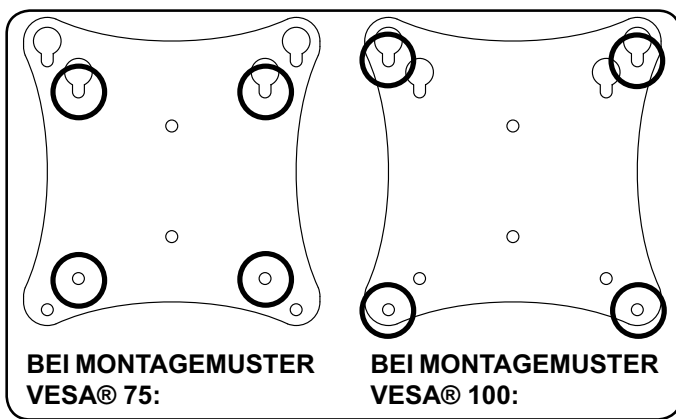

Abbildung 2.1
**2** Bringen Sie die zwei M4 x 12 mm Schrauben (**A**) so in den beiden oberen Löchern des Bildschirms an, dass noch ca. 6 mm Gewinde zu sehen sind. Hängen Sie die Schrauben in die Schlüssellochschlitz an der Adapterplatte ein (siehe Abbildung 2.1. und 2.2).